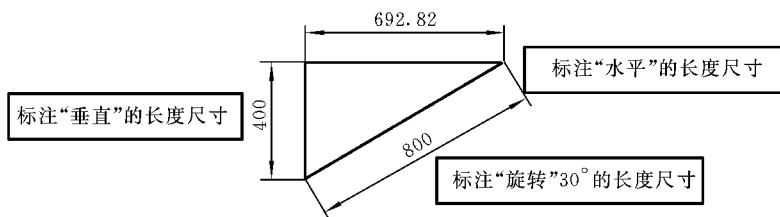

图 6.34 “线性”标注示例
⑥ 文字(T) 选择该选项,在命令行中根据命令行的提示输入新的尺寸文本。
⑦ 角度(A) 选择该选项,设置尺寸文本放置的角度。
⑧ 水平(H)、垂直(V) 标注水平或垂直的长度尺寸,可以选择该选项实现;也可以不选择该选项来实现,只要在命令行提示“指定尺寸线位置”时,水平或垂直移动鼠标指针再单击便可实现,如图 6.34 所示。
⑨ 旋转(R) 选择该选项,可设置尺寸线倾斜的角度,如图 6.34 所示,此命令标注了一个倾斜 30° 的对象的长度。
⑩ 标注文字:显示 AutoCAD 自动测量的尺寸文本。